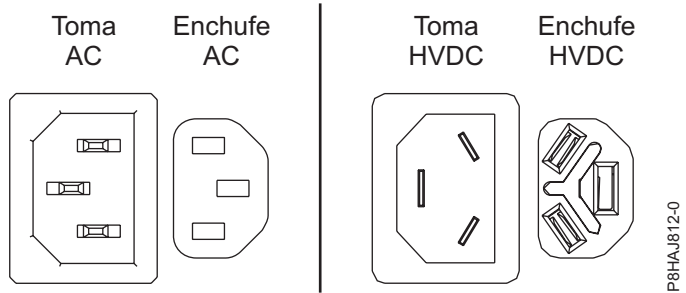
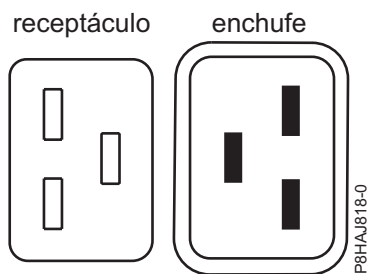
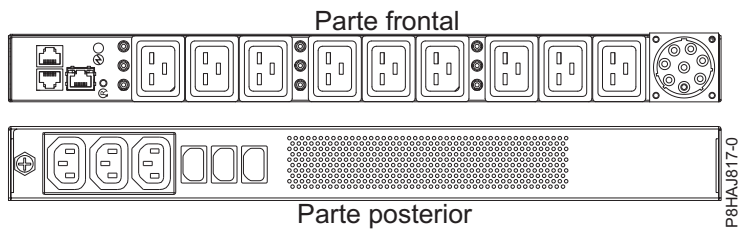

Figura 83. Conectores de CA y HVDC
Figura 84. Conectores para el sistema 8408-44E
Figura 85. PDU para el sistema 8408-44E
En Figura 83 en la página 123 se muestran los conectores admitidos de corriente alterna (CA) y de corriente directa de alto voltaje (HVDC). En Figura 84 en la página 123 y en Figura 85 en la página 123 se muestran los conectores admitidos y la unidad de distribución de alimentación (PDU) para 8408-44E.